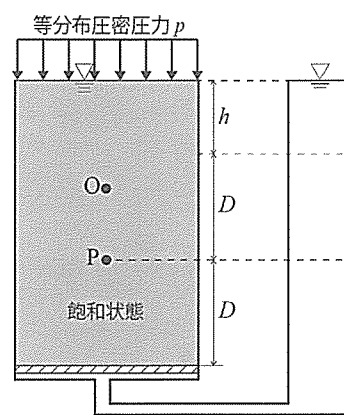

図 2
- b) 初期状態から、土槽上面に等分布の圧密圧力 p を載荷したとき（図 2）